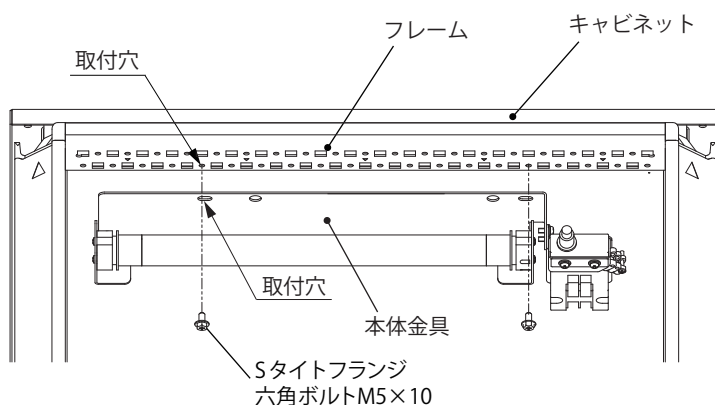

図 15
3. キャビネットのフレームへ、本体金具の取付穴を利用して、付属のSタイトフランジ六角ボルト M5×10 (2か所) にて取り付けてください。(図 15)